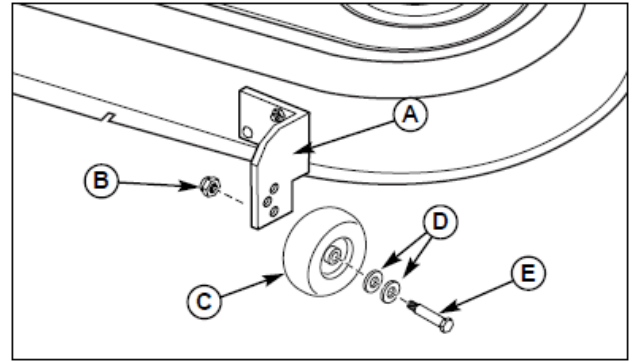

図 36 固定ブラケットとゲージホイールの調整
1. ロックナット (図 36 の B)、ゲージホイール (C)、ワッシャ (D) とショルダボルト (E) を取り外してください。ゲージホイールの位置を所用の高さに変えてください。
2. ワッシャ (D) ゲージホイール (C) を通してショルダボルト (E) ゲージホイールブラケット (A) を入れてください。ロックナット (B) で固定してください。すべてのゲージホイールのためにステップ 1 と 2 を繰り返してください。